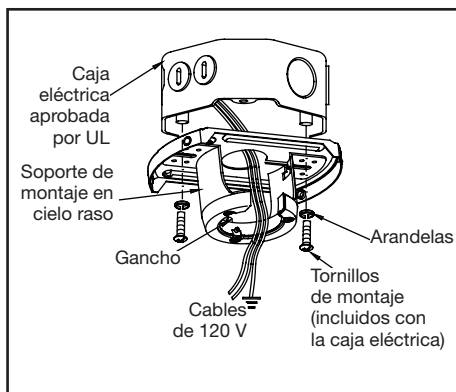

Figura 14
1. Pasa los cables de suministro de 120 voltios a través del orificio central en el soporte de montaje de techo como lo muestra la Figura 14.
2. Instala el soporte de montaje de techo sobre la caja eléctrica, usando los tornillos de montaje incluidos. Nota que el lado plano del soporte de montaje está hacia la caja eléctrica. (Figura 14)